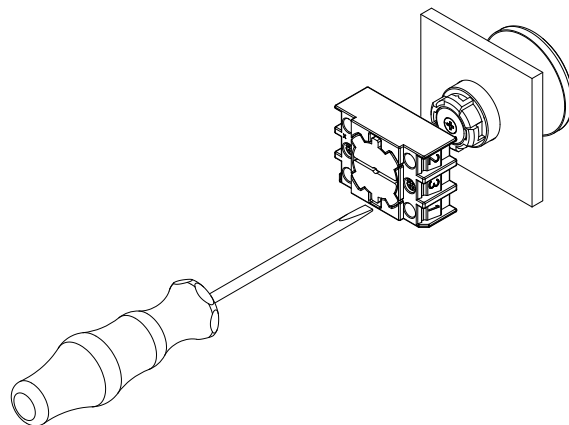

Fig. 1
1. Montare gli elementi di comando e la flangia di montaggio stringendo le viti della flangia di montaggio con un cacciavite a punta piatta della taglia 2 (vedi Fig. 1)
1. Montare gli elementi di comando e la flangia di montaggio stringendo le viti della flangia di montaggio con un cacciavite a punta piatta della taglia 2 (vedi Sezione 3.1, Fig.1).